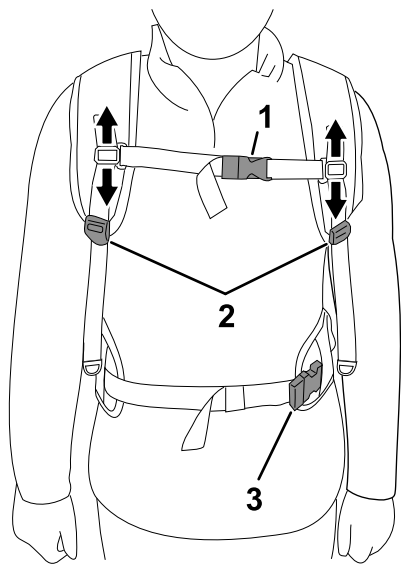

Figure 9
1. Penchez-vous et enfiler les sangles d'épaules de sorte que le bloc dorsal repose confortablement sur votre dos. Attachez et serrez ensuite la boucle de la ceinture pour que le bloc reste en place (Figure 8 et Figure 9).